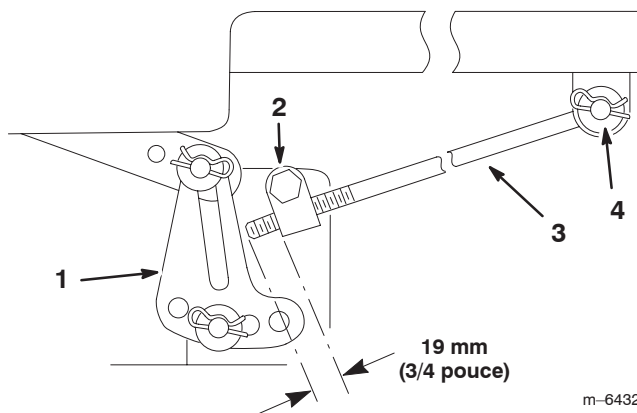

Figure 39
5. Mesurez la longueur de tige qui dépasse du bloc de réglage sur les côtés du châssis (Fig. 39).
6. Si la longueur n'est **pas** égale à 19 mm (3/4 pouce), retirez la goupille fendue et la rondelle de l'extrémité de la tige (Fig. 39), puis vissez ou dévissez la tige jusqu'à obtention de la longueur requise.